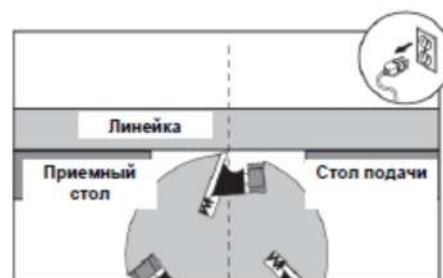

Рис. 41 Установка стола подачи вровень с приемным столом
3. Используйте линейку, чтобы точно отрегулировать стол подачи вровень с приемным столом, как показано на Рис. 41.